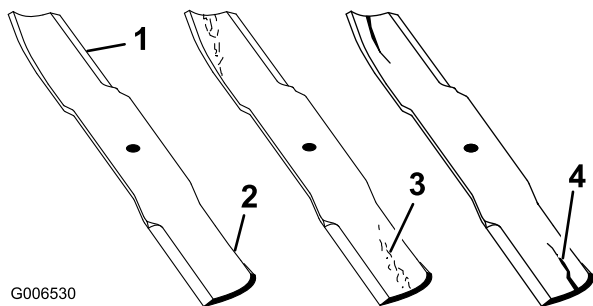

Figura 61
1. Controllate i taglienti (Figura 61). Se i taglienti non sono affilati o mostrano delle tacche, togliete le lame e affilatele. Vedere Affilatura delle lame.
2. Controllate le lame, in particolare l'area curva (Figura 61). In caso di danni, usura o scanalature nell'area (Figura 61), montate immediatamente una nuova lama.